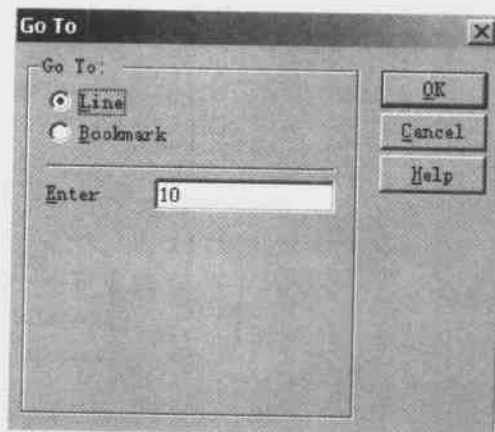
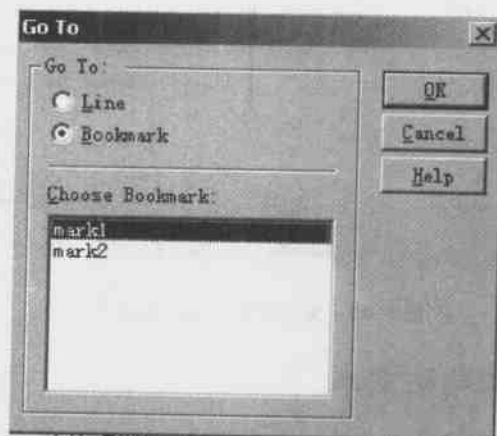
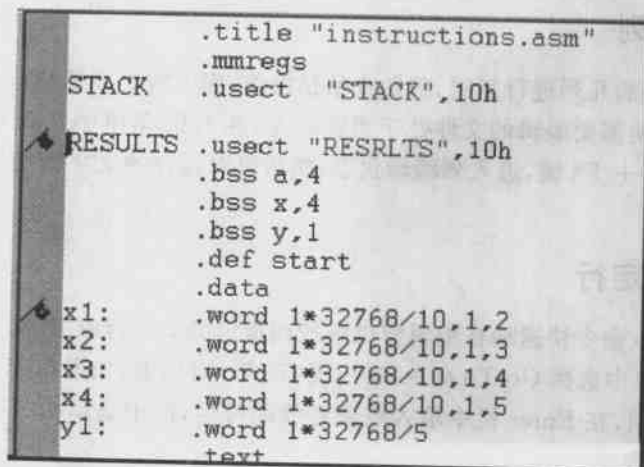

图 3.47 Go To 对话框
图 3.48 已经设置的书签
图 3.49 跳到书签 mark1 处
- (1) 在 Edit 菜单中选择 Go To 命令,将出现 Go To 对话框,如图 3.47 所示。
- (2) 选中 Line 项,在 Enter 栏中填入需要查找的行号,图中是第 10 行,单击 OK,则光标将自动跳到第 10 行去。
- (3) 选中 Bookmark 项,则出现文件中已经设置的所有书签,如图 3.48 所示。
(4) 单击需要查找的书签,图 3.48 中是 mark1,单击 OK,则光标将自动跳到 mark1 处。如图 3.49 所示。RESULTS 前面的小旗,表示书签 mark1。